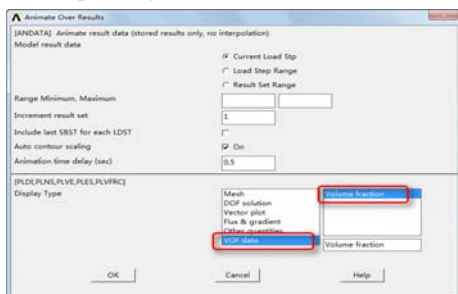

图 9-43 “Animate Over Results”对话框
⑥依次选择 Utility Menu→PlotCtrls→Animate→Over Results，会弹出“Animate Over Results”对话框，如图 9-43 所示，在“Model result data”选择框中选择“Result Set Range”，在“Display Type”选择列表中选择 VOF data→Volume fraction，其余采用默认设置。
⑧依次选择 Utility Menu→PlotCtrls→Animate→Over Time，会弹出“Animate Over Results”对话框，如图 9-43 所示，在“Model result data”选择框中选择“Time Range”，在“Range Minimum, Maximum”输入框中依次输入 0、10，在“Animation time delay(sec)”输入框中输入 0.2，在“Display Type”选择列表中选择 DOF solution→Velocity VSUM，其余采用默认设置。